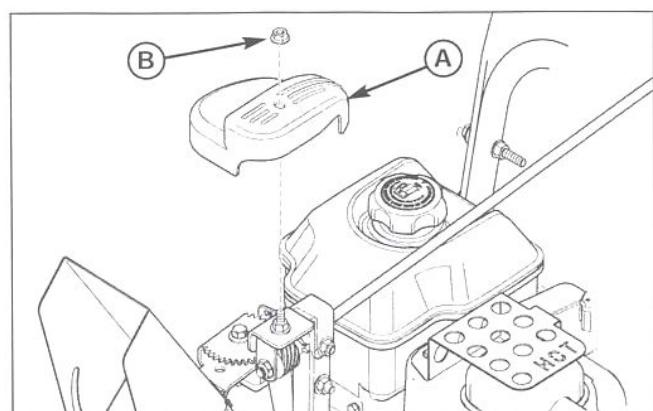

Рис. 30. Снятие крышки вращающего механизма
8. Снимите фланцевую контргайку 5/16 (B, рис. 30), фиксирующую крышку вращающего механизма (A).